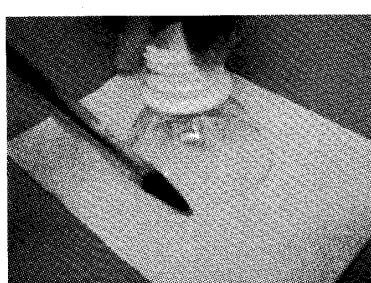

図5. 輪郭を描く
- (6) 図5に示すように、紙の上にペットボトルの先端部分の切り取った部分を下にして置き、鉛筆等を使用して、輪郭を描く。